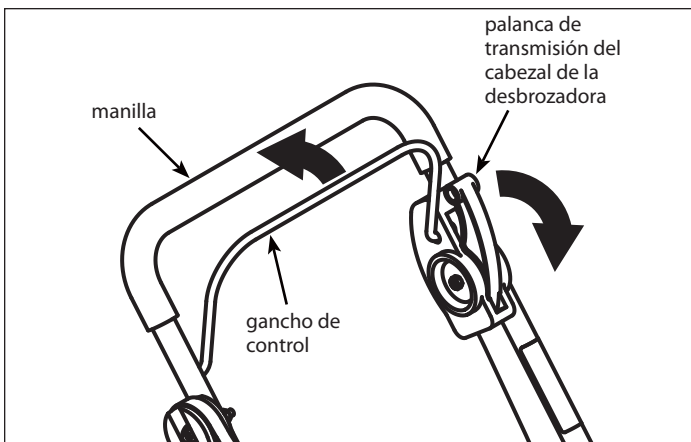

FIGURA 5: Uso de la palanca de transmisión del cabezal de la desbrozadora
1. Para activar el cabezal de la desbrozadora, afirme el gancho de control contra la manilla. Mueva la palanca de transmisión del cabezal de la desbrozadora hacia adelante para activar el cabezal. Mientras más rápido funcione el motor, más rápido girará el cabezal de la desbrozadora. **CONSULTE LA FIGURA 5.**